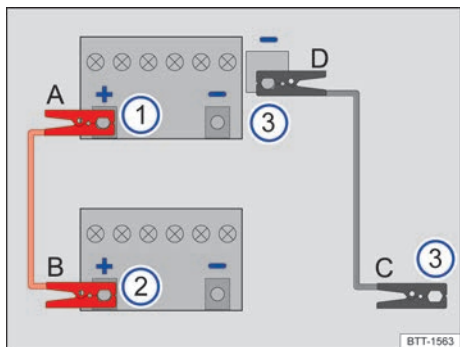

图 158 应急启动 - 电缆连接示意图
→ 图 158 的图例:
仅按照顺序 A - B - C - D 连接应急启动电缆 → 图 158。
- 将红色应急启动电缆的一端连接到 12V 汽车蓄电池 → 图 158 ① 电量耗尽的车辆的正极（+）上 → ▲。
- 将红色应急启动电缆的另一端连接到供电车辆 → 图 158 ② 的正极（+）上。
- 将黑色应急启动电缆的一端连接到应急启动接点（接地端）→ 图 158 ③ 上。
- 将黑色应急启动电缆的另一端连接到 12V 蓄电池电量耗尽的车辆 → 图 158 ③ 上。→ ▲
- 仅按照顺序 D - C - B - A 断开启动辅助电缆 → 图 158。